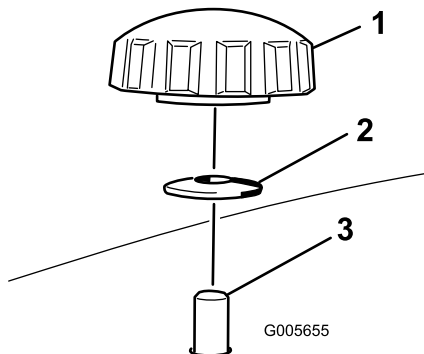
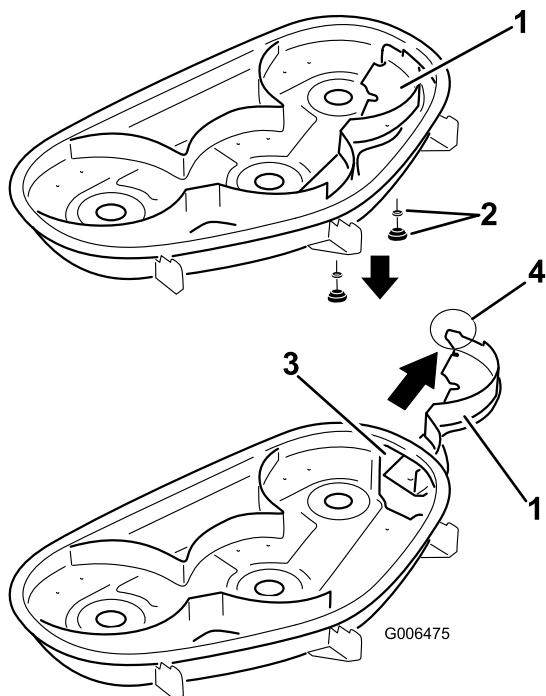

Bild 20
Bild 21
4. Nehmen Sie die beiden Handräder und die Wellenscheiben ab, mit denen das rechte Ablenkblech am Mähwerk befestigt ist, wie in Bild 20 dargestellt.
5. Nehmen Sie das rechte Ablenkblech ab und senken Sie das Grasablenkblech über der Auswurfkanalöffnung ab, wie in Bild 21 und Bild 20 dargestellt.
4. Schieben Sie das rechte Ablenkblech durch die Auswurfkanalöffnung und befestigen Sie diese mit den zwei Handrädern und Wellenscheiben (kappenförmige Seite zum Mähwerk), wie in Bild 20 und Bild 21 dargestellt.